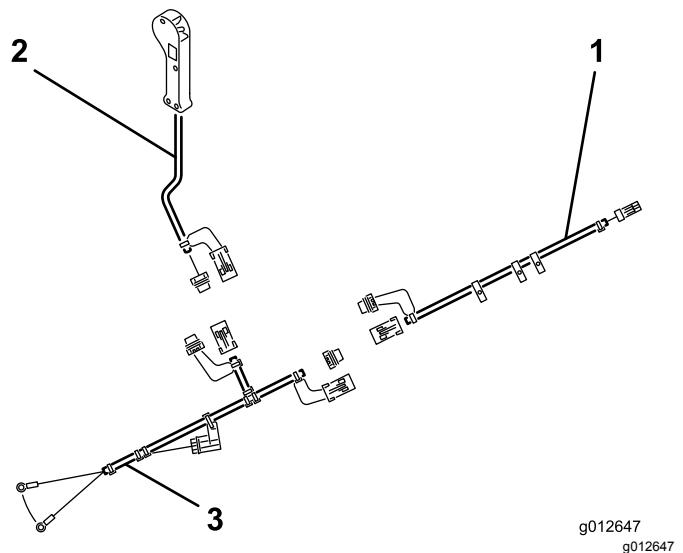

**Figure 7**
1. Glissez le cric sur le tube de montage du timon (Figure 7).
2. Alignez les trous du cric et les trous du tube de montage, et fixez le cric avec l'axe de chape (Figure 7).